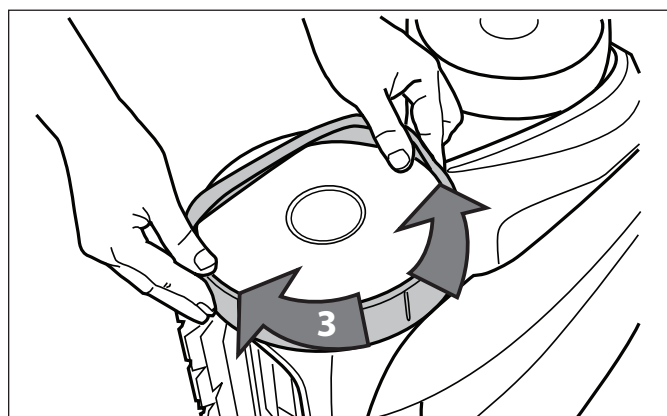

Figura 36. Meta el neumático en la rueda
5. Meta el neumático en la rueda y verifique que la costilla de la llanta este en la posición correcta con la ranura de la rueda. Vea la Figura 36.